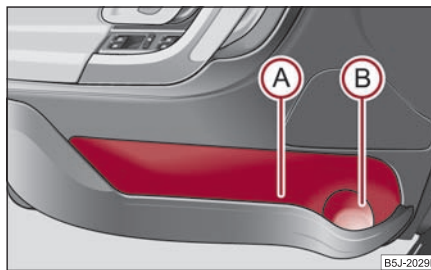

Fig. 115 Compartimentul din uși
Pentru a nu limita spațiul de desfășurare a airbag-ului lateral, utilizați zona (A) ⇒ fig. 115 a compartimentului de depozitare numai pentru depozitarea obiectelor care nu ies în afară. ■